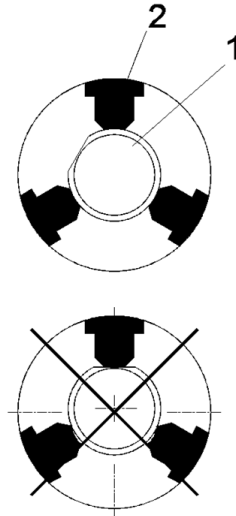

Abb. 1
(s. Abb. 1 und 2)
Werkzeugschäfte mit z.B. Nuten, Einstichen oder Spannfläche (1) gemäss Abb. 1 einspannen, so dass die Unterbrüche des zylindrischen Querschnittes nicht an einer der Spannbacken (2) anliegt.